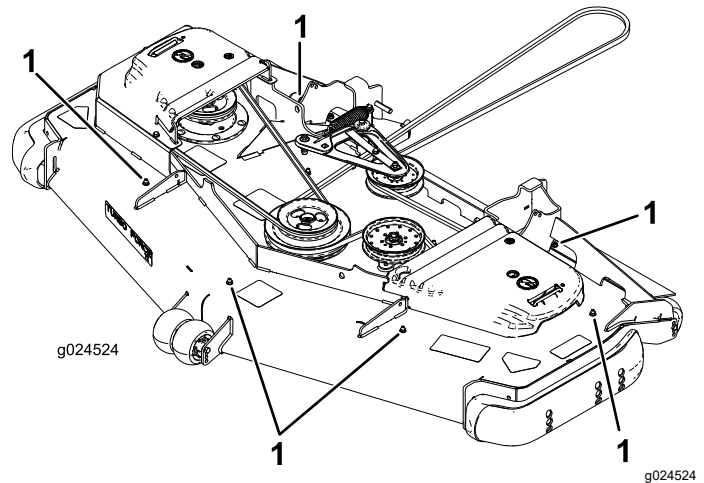

Figure 1
7. Retirez les 6 vis à tête hexagonale creuse (5/16" x 3/4") et les 6 écrous à embase (5/16") qui occupent les trous de montage exposés du plateau (Figure 1).
- Montez le déflecteur « kicker » correct sur chaque chambre à l'aide d'un boulon de carrosserie (3/8" x 7/8") et d'un écrou à embase (3/8"), comme montré à la Figure 1